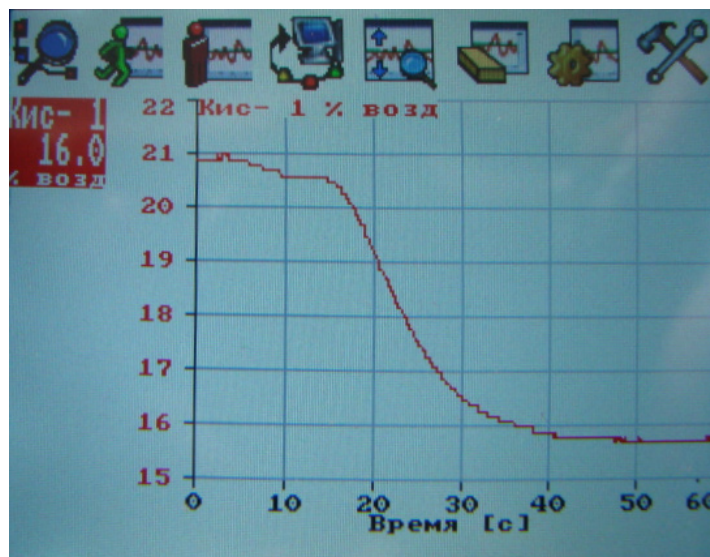

Рис. 6. График содержания кислорода
12. Чтобы увидеть график в оптимальном режиме, нажмите кнопку **Масштаб**  (рис. 6).